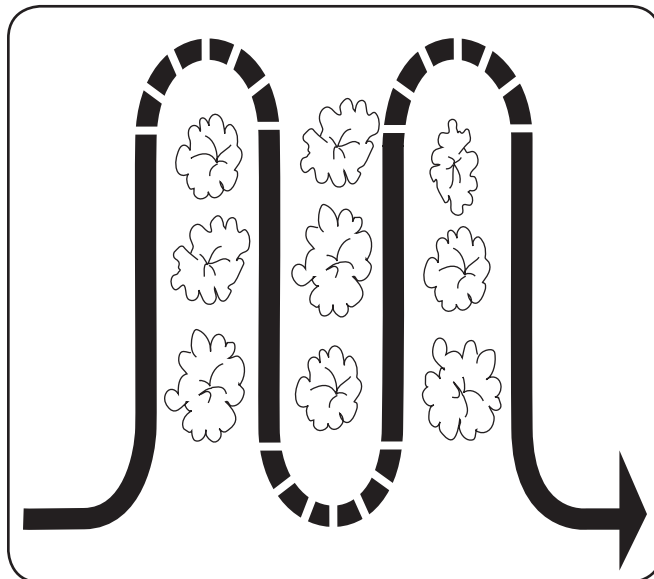

Figura 5-4
1. Para comenzar a voltear, levante los manillares hasta que los dientes se separen del suelo y el motor y los dientes estén balanceados por encima de las ruedas. Vea la Figura 5-4.
Con la cultivadora equilibrada, empuje hacia el costado sobre el manillar en la dirección en que se está volteando. Vea la Figura 5-4.
2. Luego de dar la vuelta, introduzca lentamente los dientes en el suelo para reiniciar la labranza. Vea la Figura 5-4.